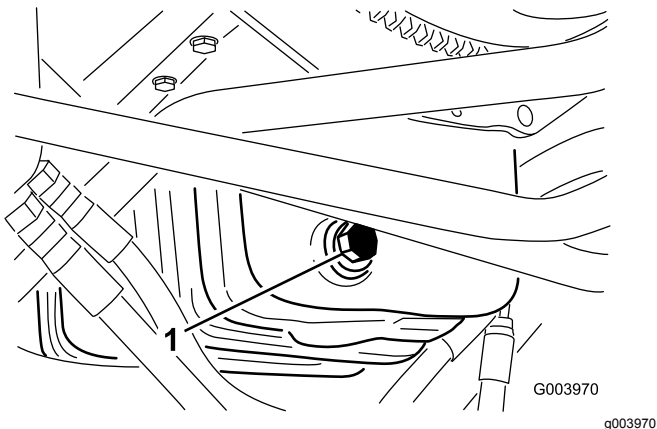

Figura 48
1. Togliete il tappo di spurgo (Figura 48) e lasciate defluire l'olio in una bacinella.